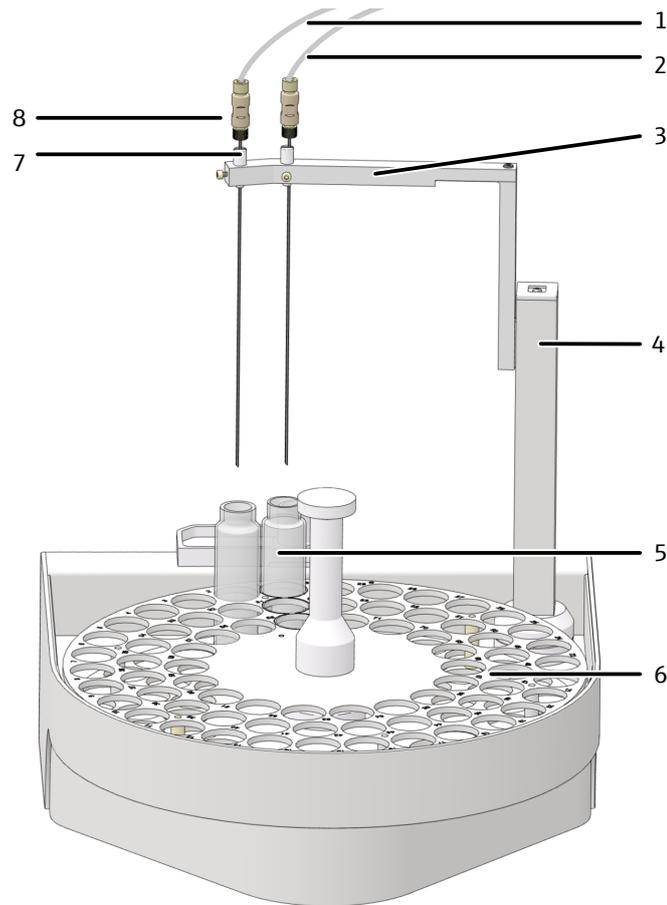

Fig. 30 Estructura del automuestreador AS vario
- ▶ Para mediciones de NPOC con purga realizada en paralelo: Introducción de una cánula con casquillo en cada una de las dos posiciones del soporte de cánulas (Fig. 30  53).